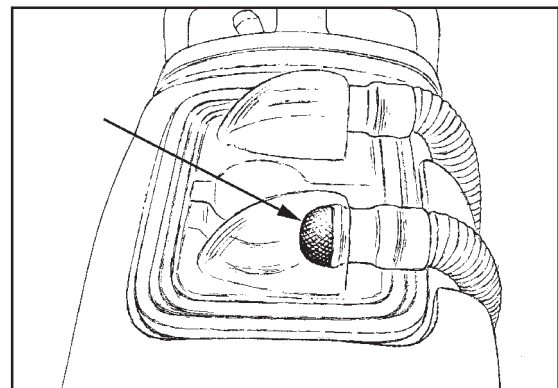

Abb. 30
3. Vergewissern Sie sich, dass der Siebfilter vorschriftsmäßig im Schmutzwassertankdeckel installiert und sauber ist (siehe Abb. 30).
4. Vergewissern Sie sich, daß der Verschuß des Schmutzwassertanks ordnungsgemäß sitzt. (siehe Abb.30.)